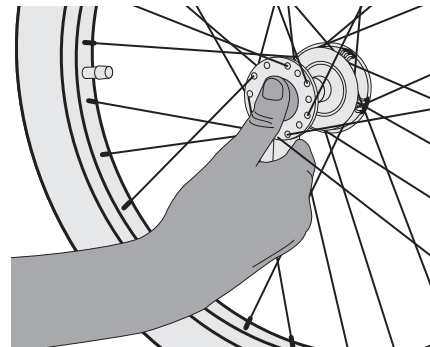

Abbildung 6
1. Den Gummiknopf an der Außenseite der Radnabe drücken (Abbildung 6).